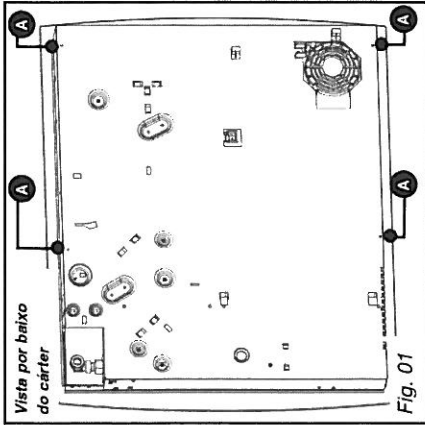
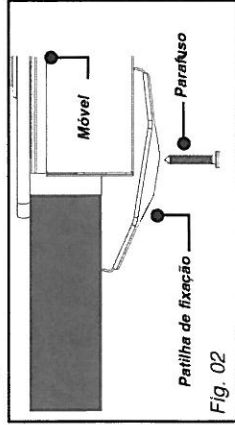

Fig. 01
Fig. 02
- do seu aparelho e para assegurar a impermeabilidade entre a caixa e a bancada de trabalho, deve colar a junta fornecida na bolsa (Fig. 02).
– Se desejar, poderá imobilizar a placa com as patilhas e os parafusos fornecidos (Fig. 02) e se fixam aos cantos do cárter. Utilize obrigatoriamente os orifícios previstos para este efeito, conforme indicado na imagem apresentada acima (Fig. 01).